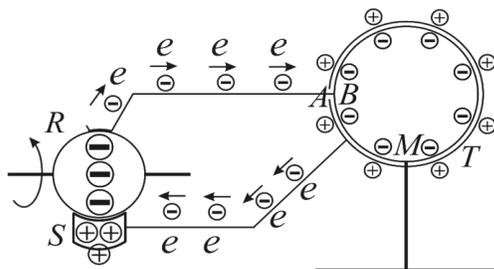

Рис. 10. Принцип устройства конденсатора
Работу по переносу заряда можно уменьшить если окружить  $M$  пустотелой сферой  $T$ , как показано на рис. 10. В  $T$  сделаем маленькую дырочку (обозначена буквой  $A$  на рис. 10), чтобы через неё можно было провести проводок, соединяющий  $M$  и  $R$ .
Первыми конденсаторами стали лейденские банки, названные по имени города Лейден, где они были изготовлены. От описанной конструкции на рис. 10 лейденские банки отличаются тем, что имеют не сферическую, а цилиндрическую форму. На рис. 12 показан современный вид лейденской банки, используемый для демонстрационных экспериментов в школе (общий вид и в разрезе). Между двух тонких металлических обкладок (1) и (2) помещается высокий стеклянный стакан (3). Для удобства заряда и разряда к внутренней обкладке (2) присоединяется металлический стержень с шаром на конце (4) (с помощью металлических контактов (5)). Получается конденсатор с двумя обкладками и стеклянным изолятором между ними.